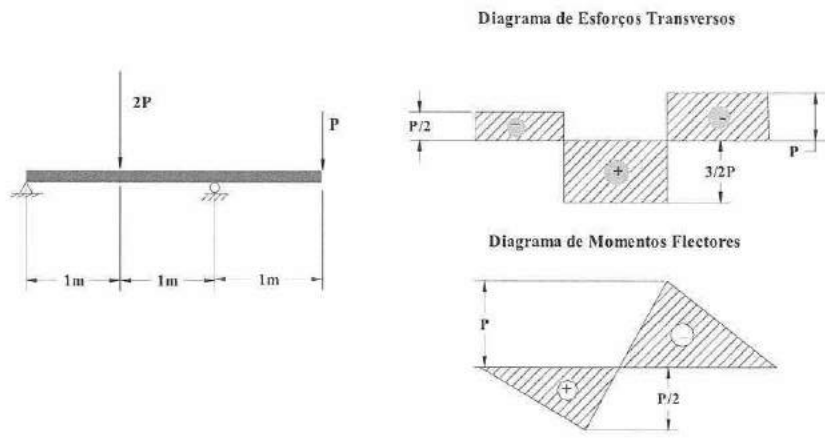

Figura 3: Diagramas de Esforços
- a) Os Diagramas de Esforços Transversos e Momentos Flectores estão representados na figura 3 e foram obtidos a partir das expressões seguintes: